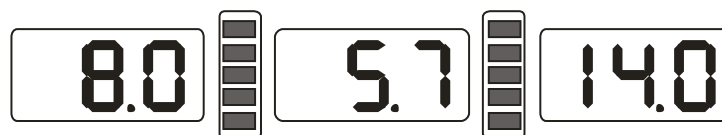

Рисунок 7-1
9.1 Приготовьте контрольный балансировочный грузик и достаточно хорошо сбалансированное колесо средних размеров. Установите колесо на балансировочный стенд. После включения оборудования, дождитесь окончания инициализации (рисунок 7-1). Введите показатели диска, следуя пункту 7;